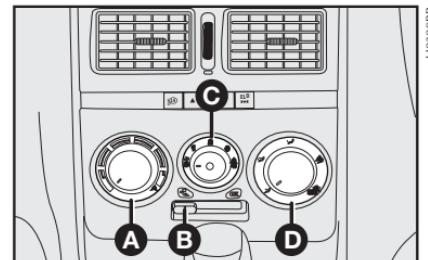

fig. 55
### CONTROLES - fig. 55
1) Mando para la temperatura del aire **A-fig. 55** totalmente posicionado a la izquierda.
2) Cursor del ventilador **C-fig. 55**: posicionado en la velocidad máxima.
3) Mando para la distribución del aire **D-fig. 55** indicador en  para controlar que todas las salidas de aire estén abiertas.
4) Conecte el aire acondicionado abriendo el selector **C-fig. 55**.
El aire acondicionado es muy útil para acelerar el desempañamiento porque deshumedece el aire. Es suficiente regular los mandos para la función de desempañamiento, y activar el aire acondicionado, presionando el pulsador **C-fig. 55**.
1) Acondicionador de aire conectado **C-fig. 55**.